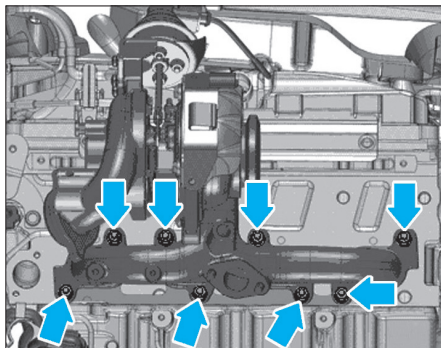

FIG. 103
- le turbocompresseur et le collecteur d'échappement (Fig.103).